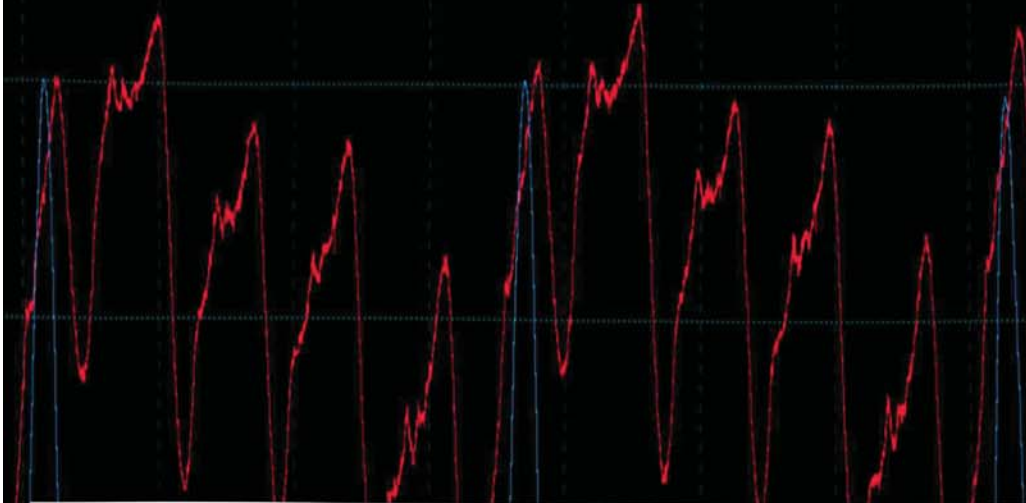

Figura 2
- **NO confíe** en este PID de datos para determinar la precisión del sensor defectuoso. Un sensor de cigüeñal defectuoso puede establecer un código de sensor de árbol de levas y viceversa. \(Figura 2\)